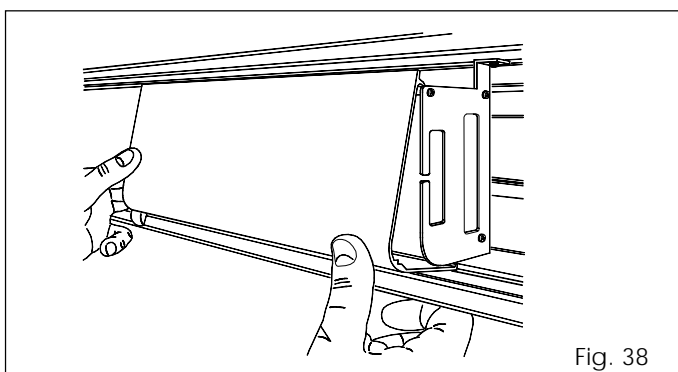

Fig. 38
- Para colocarla de nuevo, engánchela en la parte superior y presione como indicado en la fig. 38.